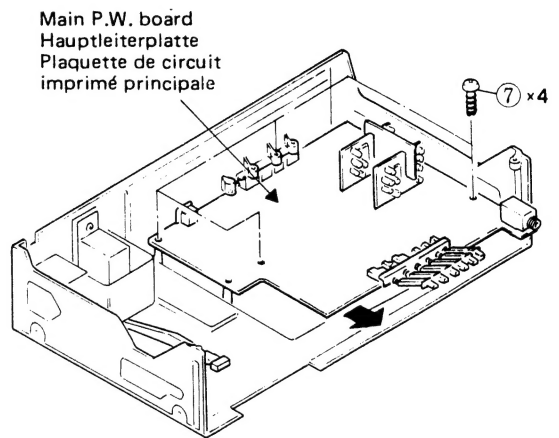

Fig. 7 Abb. 7
6 Main P.W. Board (Fig. 7)
6. Hauptleiterplatte (Abb. 7)
6. Plaque à c.i. principale (Fig. 7)